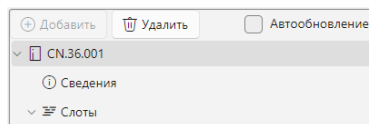

Рисунок 9.2.1 – Удаление модуля
- b. Очистите область работы с модулями от всех узлов (крейтов) – выберите узел и нажмите **Удалить** (см. рисунок 9.2.1).